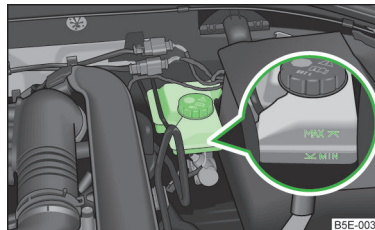

Fig. 179
- > Verificați nivelul lichidului de frână pe recipientul acestuia » **fig. 179**. Nivelul trebuie să se găsească între marcajele „MIN” și „MAX”.